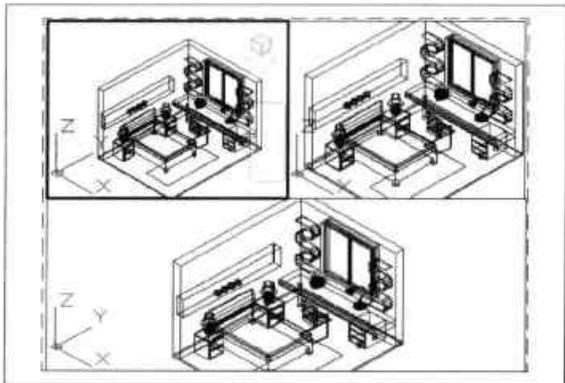

图10-39 选择视口
Step 01 启动“图纸”模式,并在布局空间中选中所需更换显示的视口,如图 10-39 所示。